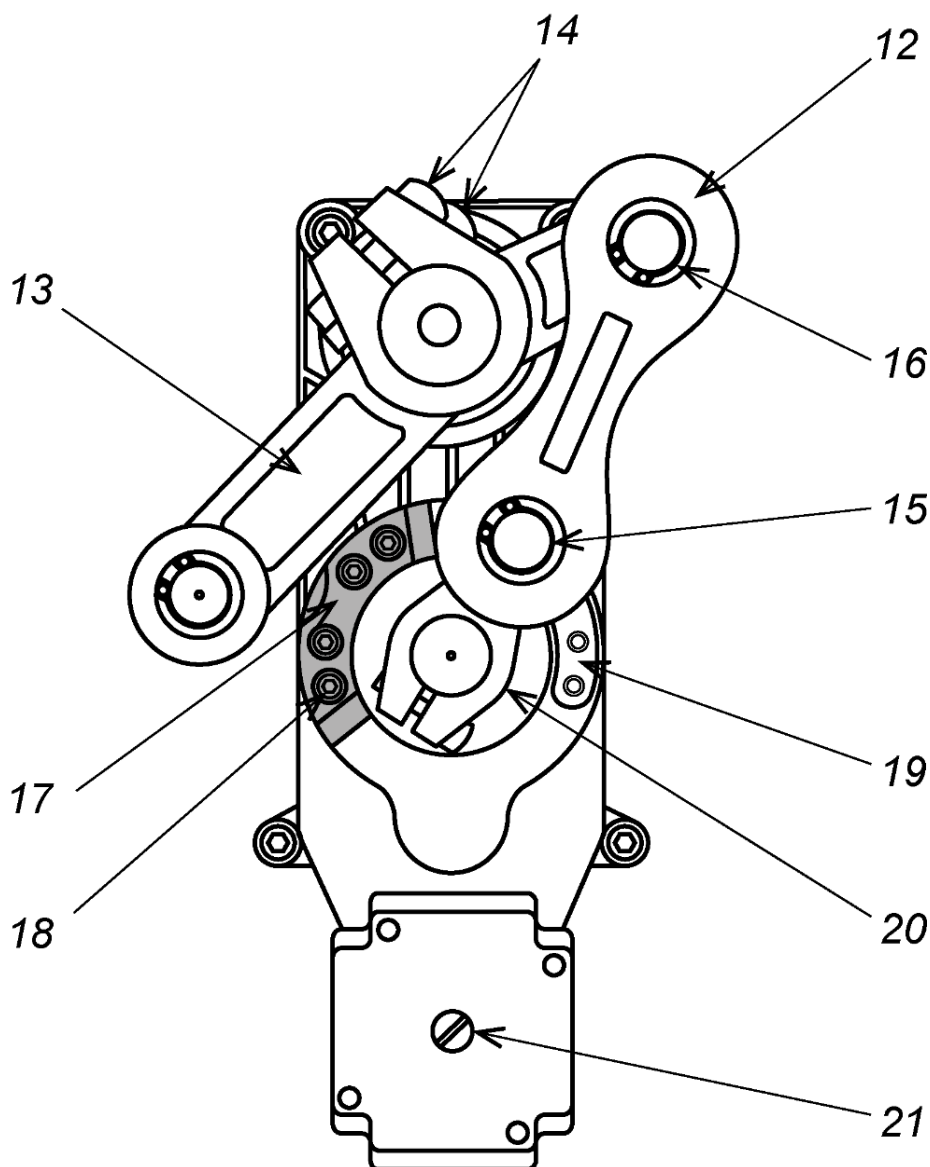

Рисунок 9. Порядок переустановки стрелы шлагбаума
По умолчанию шлагбаум поставляется с положением стрелы, рассчитанной на правосторонний проезд (стойка шлагбаума фронтальной стороной располагается справа от проезжей части). При необходимости изменения этого положения на противоположное выполните следующие действия (см. рис. 9):
Переведите кронштейн крепления стрелы в горизонтальное положение, для чего шлицевой отвёрткой вращайте винт (ручку) разблокировки привода (21) по часовой стрелке до упора (см. рис. 9).
- вращайте винт (ручку) разблокировки привода (21) (см. рис. 9) влево или вправо до тех пор, пока нижний шарнир шатуна (12) не выйдет из крайнего положения и стрела не станет поддаваться ручному воздействию вверх,